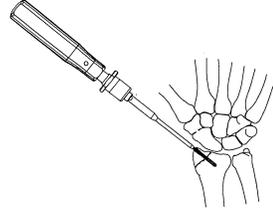

図6
- スクリューの挿入には、グリップハンドルを接続した六角 1.5 中空パワーピンドライバーを使用することもできます。(図6)